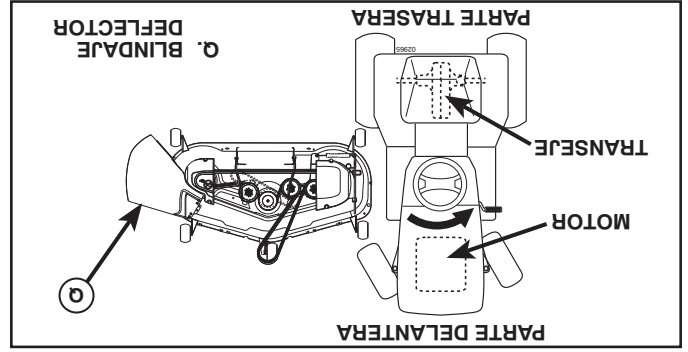

Fig. 24
3. GIRE EL VOLANTE HACIA LA IZQUIERDA Y UBIQUE LA CORTADORA DE CESPED EN SU LUGAR (Vea Fig. 24)
- Gire el volante completamente hacia la izquierda y ubique la cortadora de césped en el lado derecho del tractor con el blindaje deflector (Q) a la derecha.